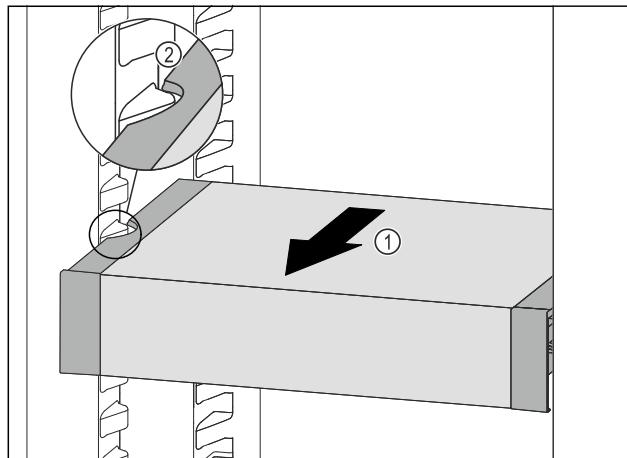

Fig. 130
- VarioSafe nach vorne ziehen Fig. 130 (1), bis sich die seitlichen Aussparungen des VarioSafes auf Höhe der Behälterrippe im Kühlelement befinden. Fig. 130 (2)